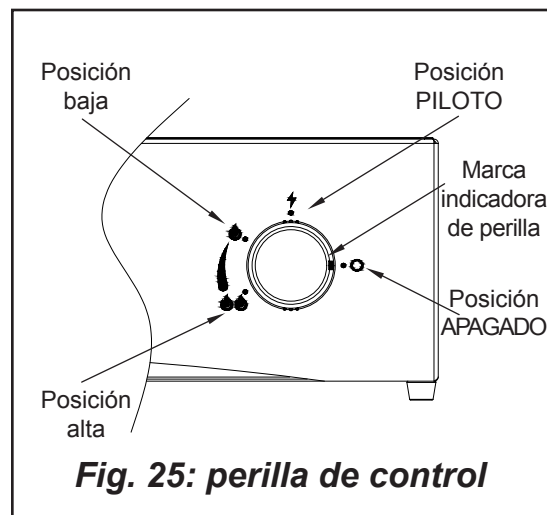

Fig. 25: perilla de control
2. Presione y gire la perilla de control en el sentido de las manecillas del reloj ↻ hasta la posición de apagado, como muestra la Fig. 25.
3. Espere cinco (5) minutos para que se despeje el gas. Luego verifique si hay olor a gas, incluso cerca del piso. Si percibe olor a gas, ¡DETÉNGASE! Siga la sección "B" de la información de seguridad anterior. Si no hay olor a gas, proceda con el próximo paso.